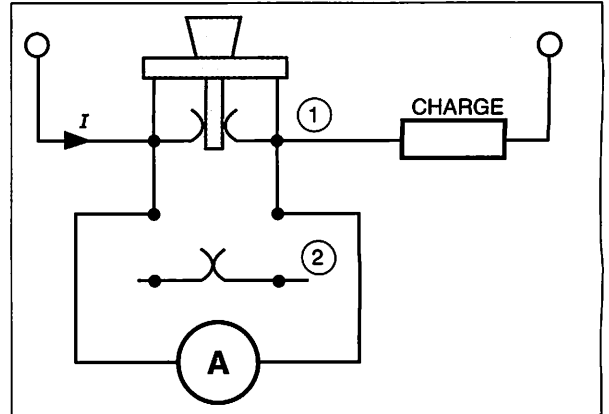

Fig. 24.06 : Commutateur d'intensité.
- soit mettre en place un **commutateur d'intensité** à trois positions tel que représenté sur la figure 24.06 ; les positions 1 et 2 permettent l'insertion de l'ampèremètre dans deux circuits différents et la position intermédiaire (couteaux relevés) met l'ampèremètre hors circuit sans interrompre le passage du courant.